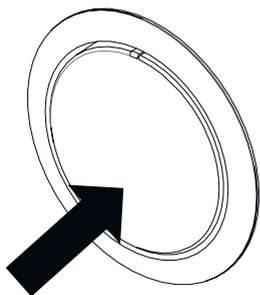

Fig. 16: Pulsante off
- Al termine della cottura, portare l'interruttore in posizione off (in alto) e premerlo verso l'interno (Fig. 16).